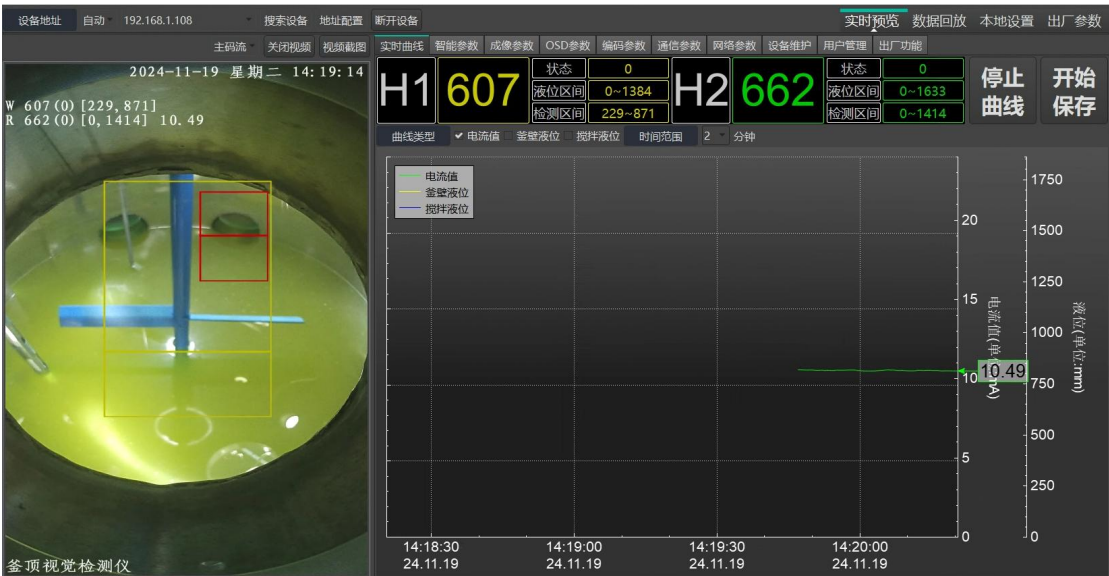

图 21 数据保存
(1) 点击 **实时预览** 进入实时预览界面，点击 **实时曲线**，点击 **开始保存**，数据会自动保存至“本地设置”中设置的保存路径，如图 21 所示。